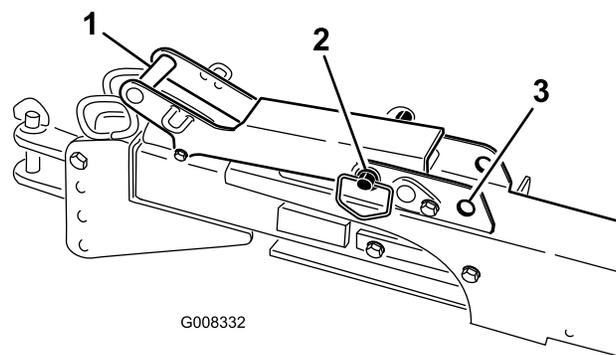

図 35
- ・ 牽引ヒッチを使っている場合には、コア・プロセッサをオフセット位置から通常の牽引位置（牽引車両の真後ろ）に戻し、牽引ヒッチを締め、ラッチ・ハンドルをロック位置にする（図 35）。